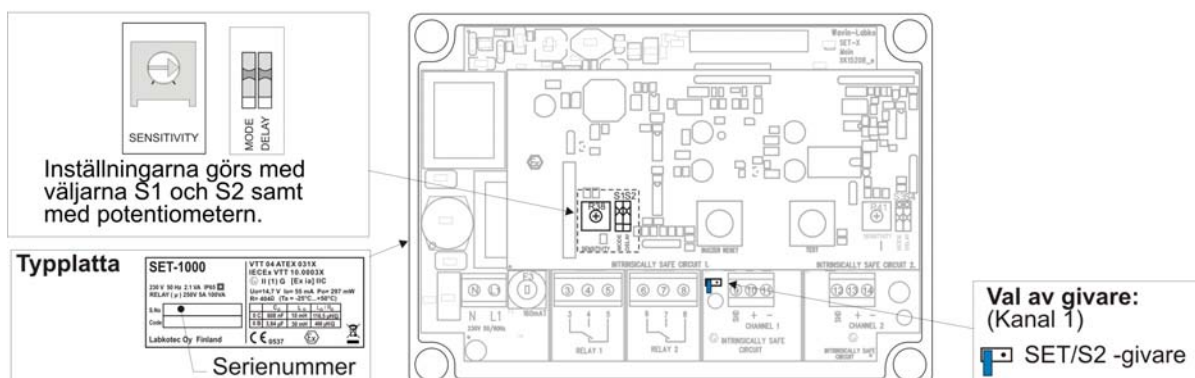

Bild 7. Fabriksinställningar
Om SandSET-1000 inte fungerar enligt beskrivningen i föregående kapitel ska du kontrollera att inställningarna överensstämmer med bild 7. Ändra vid behov inställningarna enligt instruktionerna nedan.
Inställningarna görs med väljarna (MODE [LÄGE] och DELAY [FÖRDRÖJNING]) och potentiometern (SENSITIVITY [SENSITIVITET]) på det övre kretskortet, och med byglingen på det nedre kretskortet (bild 7). I bild 7 är reglagen inställda som på
**Möjlig orsak:** Felaktig inställning av SENSITIVITY [SENSITIVITET] på kontrollenheten (se bild 7).